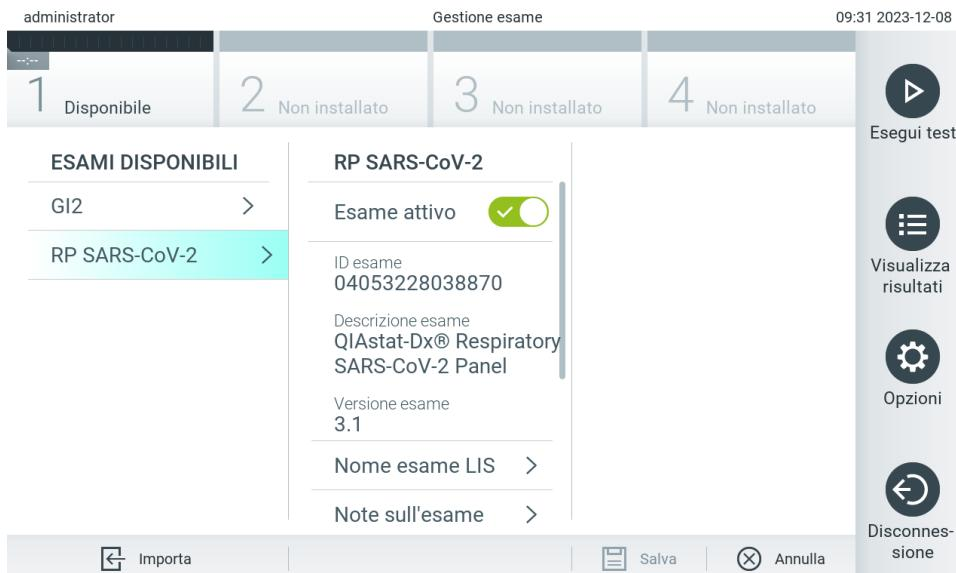

Figura 59. Attivazione dell'esame.
- L'esame diventa attivo selezionando Assay Active (Esame attivo) (Figura 59).